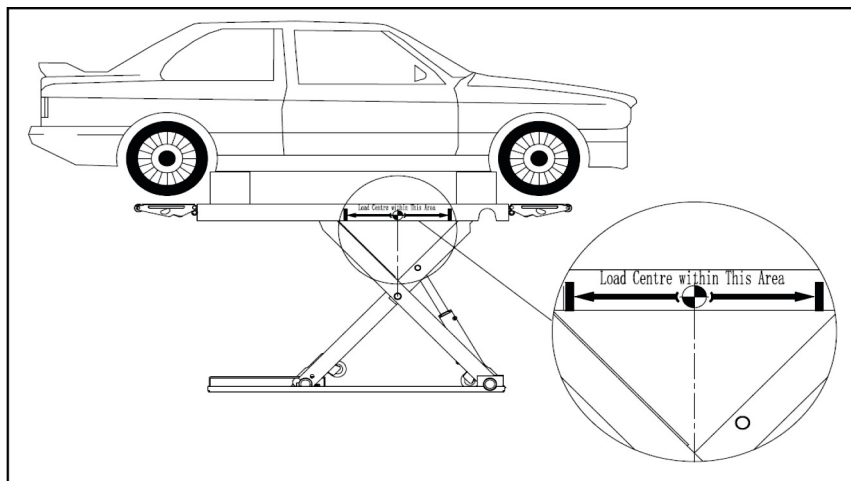

figure 12
**RISQUE DE CHUTE DU VÉHICULE EN RAISON D'UN MAUVAIS POSITIONNEMENT (figure 12)**
Le centre de gravité du véhicule doit être placé dans la zone de levage indiquée sur la figure 12.